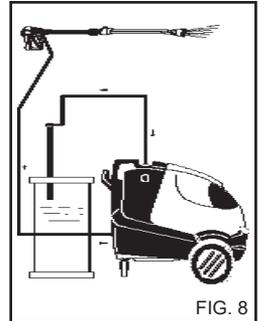

FIG. 8
- 3) Efter brug med rengøringsmiddel, skal indtagskredsløbet skylles igennem; sæt sugeslangen for rengøringsmidlet (fig. 8) i en beholder med rent vand og lad pumpen køre i 1 minut med doseringshanen helt åben og spydet sat til levering af rengøringsmiddel.
4) Efter brug med et rengøringsmiddel, skal indtagskredsløbet skylles ud; placér rengøringsmidlets sugeslange (fig. 8) i en beholder med rent vand og lad pumpen køre i 1 minut med doseringsshanen helt åben og spydet sat til levering af rengøringsmiddel.